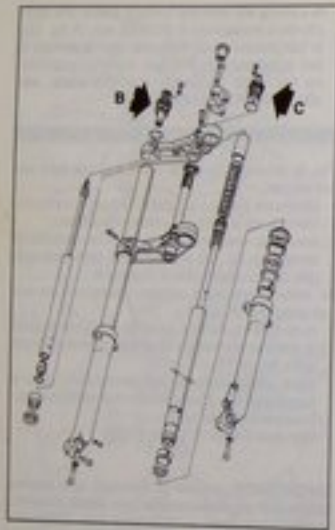

Fig. 18 - Forcella anteriore
- evitare i tappi superiori dalle gambe forcella (B e C fig. 18);